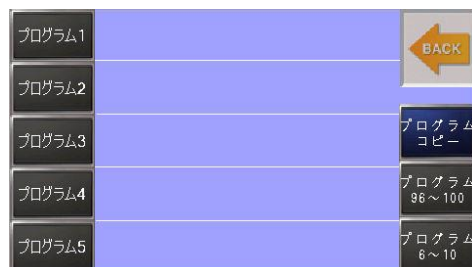

図 7-6
- #### 2) 画面が切り替わり、使用するプログラム番号を選択できるようになります(図 7-6)。
(図 7-6 参照)